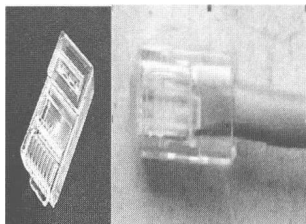

图 1-8 RJ-45 接头
- (1) 非屏蔽双绞线。
- (2) RJ-45 接头，属于耗材，不可回收，如图 1-8 所示。